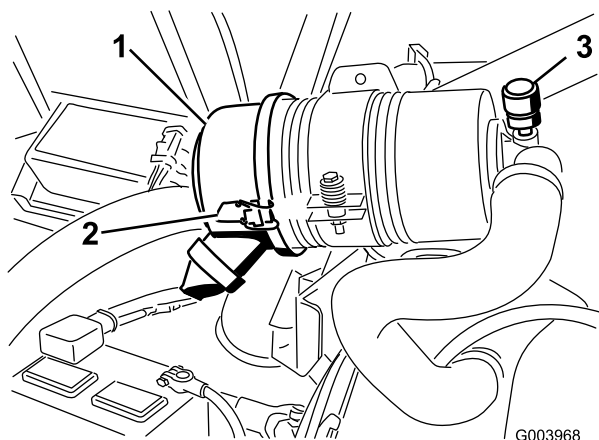

図 50
エア・クリーナの整備はインジケータ **図 50** が赤色になってから行ってください。早めに整備を行っても意味がありません。むしろフィルタを外したときにエンジン内部に異物を入れてしまう危険が大きくなります。
1. エアクリーナのカバーをボディーに固定しているラッチを外す(**図 50**)。